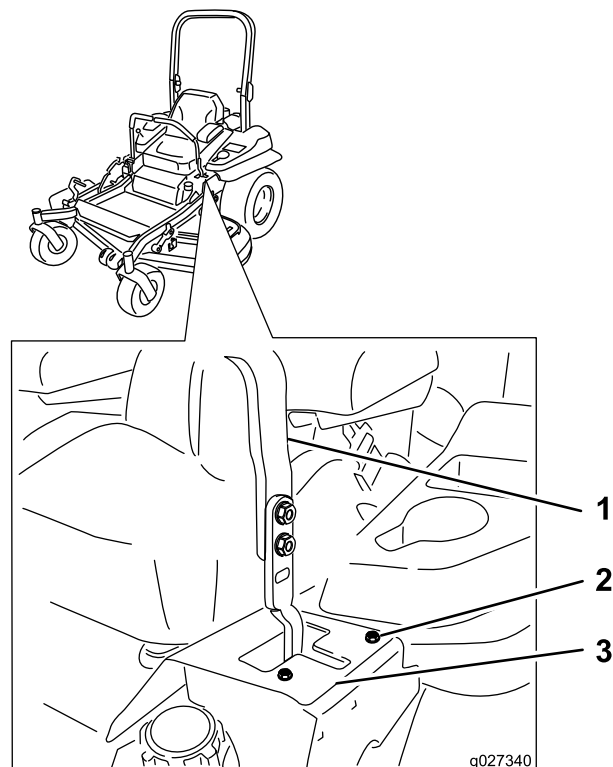

Figura 65
6. Se la macchina tende a destra, allentate i bulloni e regolate la piastra della battuta sinistra spostandola indietro sulla fessura a T sinistra finché la macchina non procede in linea retta (Figura 65).
7. Se tende a sinistra, allentate i bulloni e regolate la piastra della battuta destra spostandola indietro sulla fessura a T destra finché la macchina non procede in linea retta (Figura 65).
8. Serrate i bulloni della piastra della battuta (Figura 65).